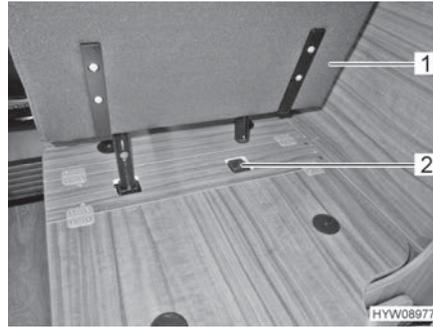

Fig. 13 Enchufar el asiento de enchufe en el soporte
- Enchufar el asiento de enchufe (Fig. 13,1) en el soporte (Fig. 13,2).